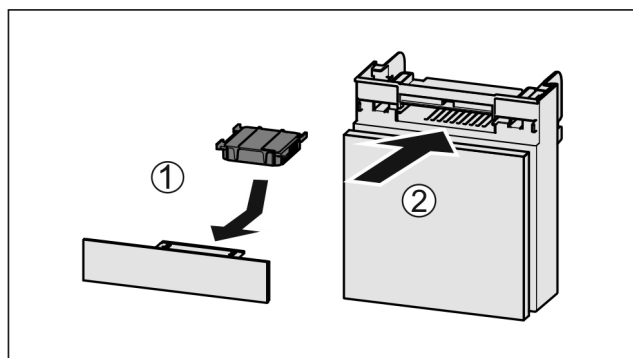

Fig. 73
- ▶ Вставити фільтр з активованого вугілля за малюнком Fig. 73 (1).
- ▶ Вставити відділення Fig. 73 (2).